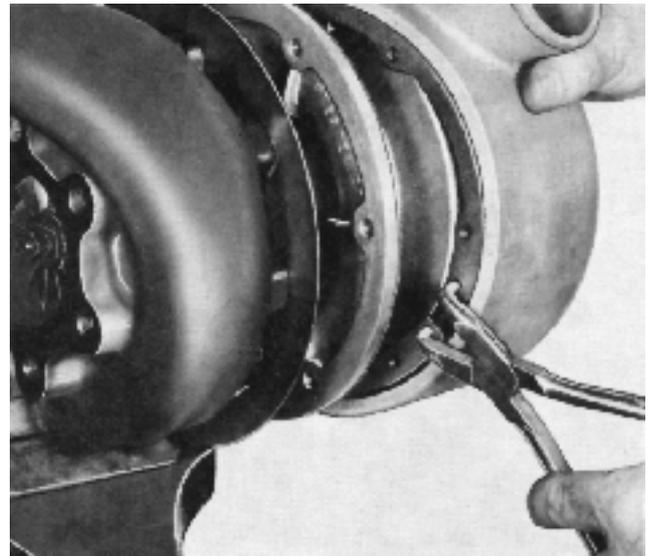

Fig. 100. Démontage de circlips pour couvercle
4. Enlever le circlips (fig. 100) avec une pince à circlips. Déposer le couvercle de compresseur, le joint et le joint torique.